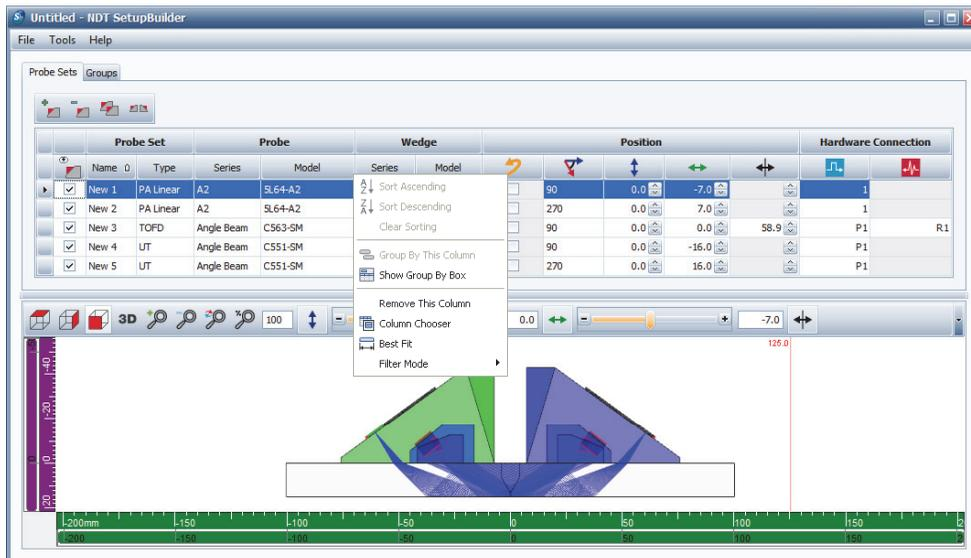

Рис. 4-10 Оптимальная настройка данных столбца
- Щелкните правой кнопкой мыши на заголовок столбца во вкладке **Probe Sets** или **Groups**, затем в контекстном меню нажмите **Best-Fit** (см. Рис. 4-10 на стр. 41).